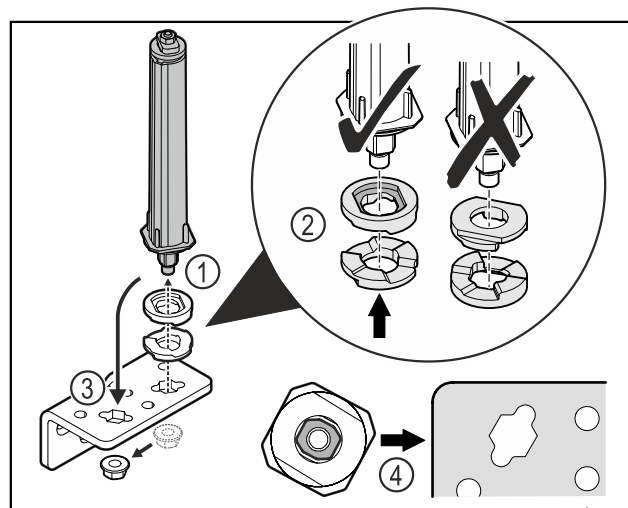

Fig. 41
- Mutter lösen und Türschließsystem entfernen Fig. 41 (1).
- Auf die korrekte Ausrichtung der Höhenverstell-scheiben achten Fig. 41 (2).
- Türschließsystem im Scharnierwinkel umsetzen und mit der Mutter fixieren Fig. 41 (3).
- Beim Einsetzen auf die korrekte Ausrichtung des Türschließsystems achten Fig. 41 (4).